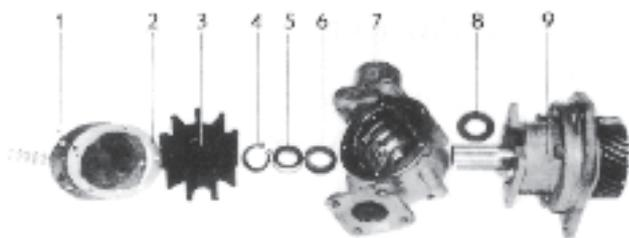

Fig. 157. Pompe à eau de mer
- Poser la nouvelle bague en céramique (6, figure 157) dans le corps de pompe avec le capot caoutchouc tourné vers le bas. Remarque : Comme la bague en céramique ne doit pas être en contact avec de la graisse, éviter de la toucher directement avec les doigts. Mettre une petite feuille plastique transparente comme protection et enfoncer la bague en céramique en place avec un manche de marteau par exemple.
- S'assurer que la bague de retour d'huile (8) se trouve en place sur l'embout de l'arbre. Bien visser le corps de pompe.
- Enfoncer la douille en laiton avec la bague en charbon (5) tournée du côté de la bague en céramique. Remarque : Comme la bague en charbon ne doit pas être en contact avec la graisse, éviter de la toucher directement avec les doigts. Monter le circlips (4) sur l'arbre.